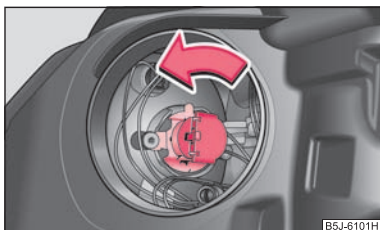

Abb. 167 Ausbau der Glühlampe für Fernlicht
- Den Stecker mit der Glühlampe bis zum Anschlag nach links drehen ⇒ Abb. 167 und herausnehmen.